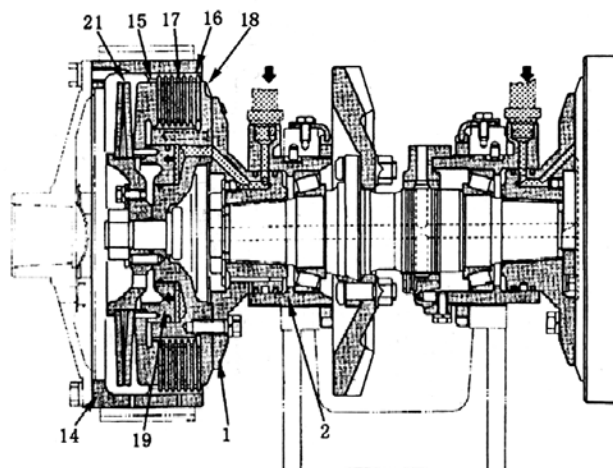

Рис. 5-28.
## 5.6 Муфта рулевого управления (см. рис. 5-28 ~ 5.29)
При повороте рычага рулевого управления масло из управляющего клапана рулевого управления подается из внутреннего сепаратора внутреннего барабана (18), смещая поршень (19) (см. рис. 5-28) влево и отжимая пружины муфты (21), которые в свою очередь снимают давление с пластин (17) и фрикционных дисков (16), прекращая передачу усилия на внешний барабан (14) и снимая усилие с главной передачи.